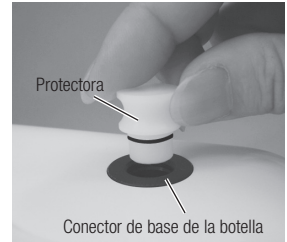

Fig.2
- 1) Retire la tapa protectora del conector de base de la botella. (Fig. 2)